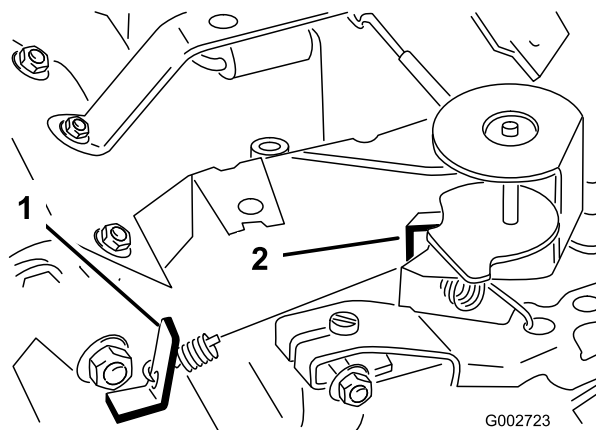

Figura 29
3. Doble la pestaña de anclaje del muelle de regulación del ralentí (Figura 29) hasta obtener una velocidad de ralentí de 1750 ± 50 rpm. Compruebe la velocidad con un tacómetro.
5. Mueva el control del acelerador a la posición de Rápido. Doble la pestaña de anclaje del muelle de alta velocidad (Figura 29) hasta obtener una velocidad alta de 3150 ± 50 rpm.